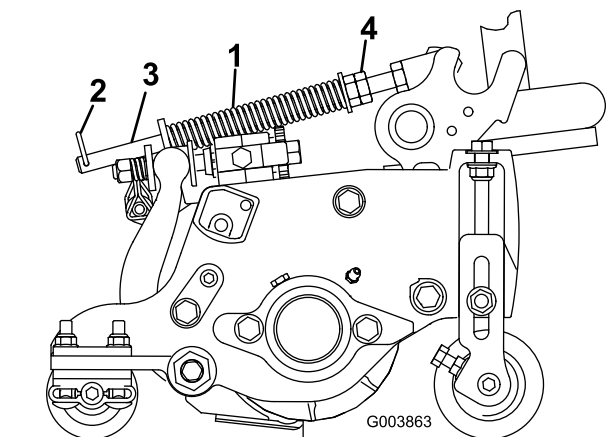

Figura 17
3 A mola de compensação de relva (Figura 17) transfere peso do cilindro dianteiro para o cilindro traseiro. (Isto ajuda a reduzir o efeito ondulado na relva, também conhecido como ondulação ou “bobbing”.)
1. Certifique-se de que o contrapino do gancho está instalado no orifício traseiro na haste da mola (Figura 17).
2. Aperte as porcas sextavadas na extremidade dianteira da haste da mola até que o comprimento comprimido da mola seja 12,7 cm nas unidades de corte de 5 polegadas, ou 15,9 cm nas unidades de corte de 7 polegadas (Figura 17).